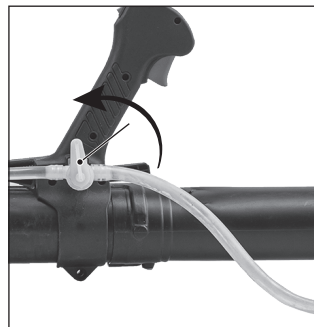

Рис. 15
2. Закройте рычаг подачи раствора (рис. 15).
3. Установите кран подачи жидкого распыляемого вещества (рис. 15) в положение «Закрывать».